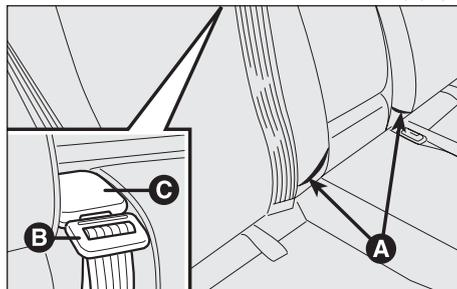

Abb. 47
Wenn die hinteren Plätze nicht besetzt sind, verwenden Sie die dazu bestimmten Taschen (A, Abb. 47), die sich auf der Rückenlehne befinden, um die Gurtschnallen ordentlich anzuordnen und dabei zu überprüfen, dass die Zunge (B) des mittleren Beckengurtes in den Halter (C) eingeführt ist (siehe "Aufnahme für den Beckengurt auf dem mittleren Rücksitz").